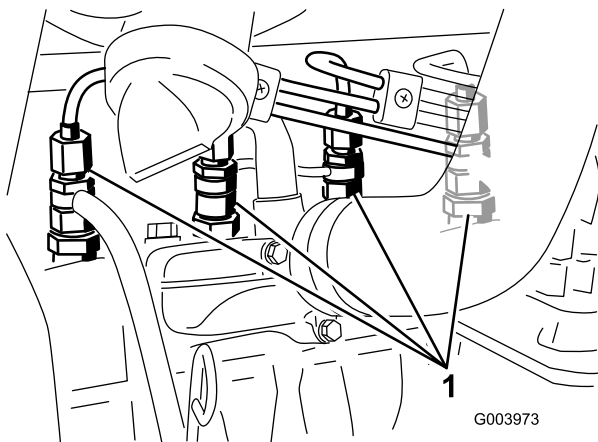

Bild 64
1. Lockern Sie den Leitungsanschluss an der ersten Düse und Halterung (Bild 64).